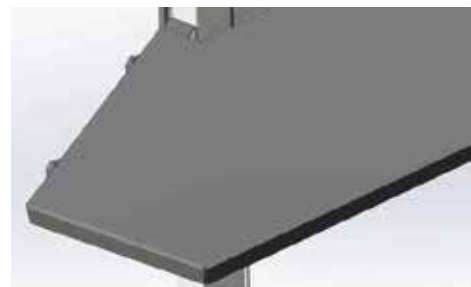

Рис. 19
- установите подставку как показано на Рис. 19, наживите болты в отверстия, но не затягивайте их гайками;